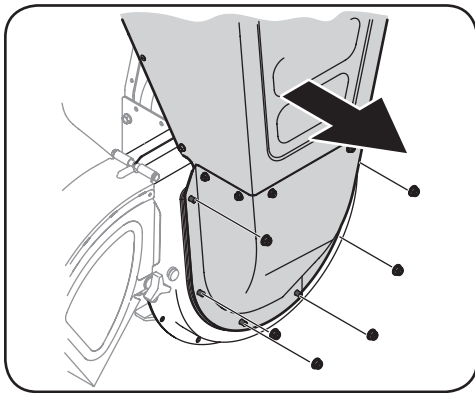

Figura 5-7
5. Saque las seis tuercas con reborde que sujetan la guía de ingreso de la tolva a la caja del motor. Vea la Figura 5-7.